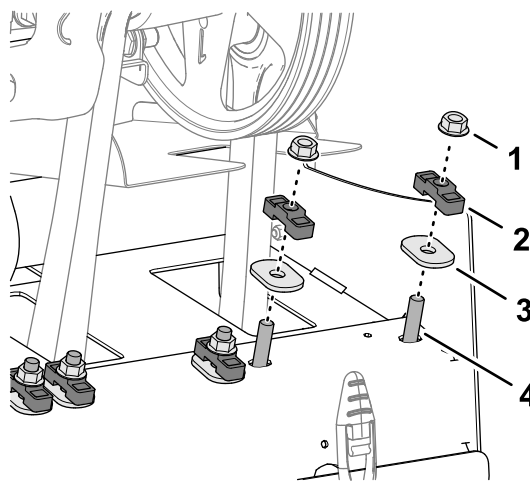

図 121
1. ロトリックのダンパーシャフトをマシンの後部フレームに固定しているフランジロックナット 2 個を外す 図 121。